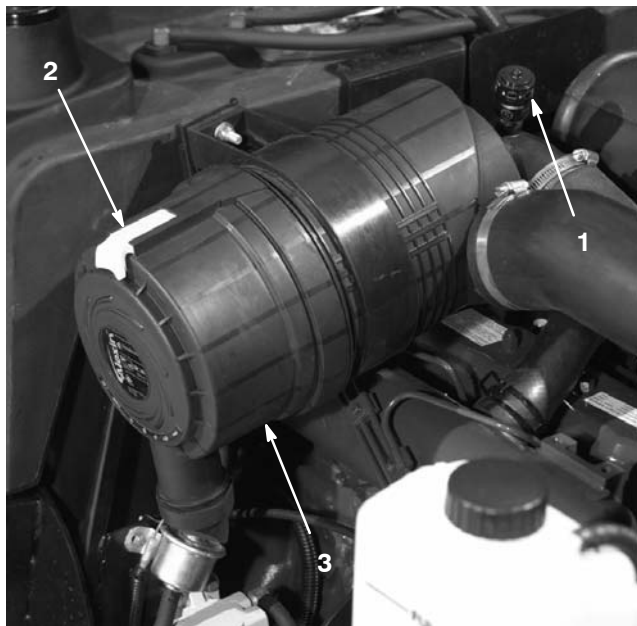

Figure 43
Faites l'entretien des filtres à air quand l'indicateur de colmatage (Fig. 43) est rouge ou toutes les 400 heures (plus souvent s'il y a beaucoup de poussière ou de saleté). N'effectuez pas l'entretien du filtre à air plus souvent.
1. Tirez le verrou vers l'extérieur et tournez le couvercle du filtre à air dans le sens anti-horaire. Enlevez le couvercle (Fig. 43) et nettoyez l'intérieur.
6. Réarmez l'indicateur de colmatage (Fig. 43) s'il est rouge.